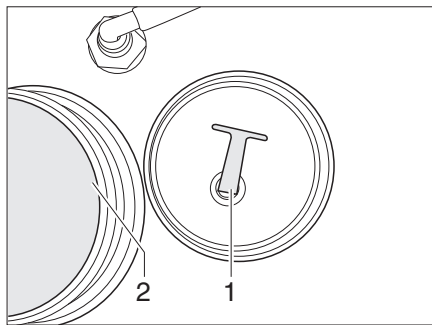

Bild 250 Verschluss-Stopfen
- Den Verschluss-Stopfen (Bild 250,1) aus der Ablassöffnung (Bild 250,2) heraus-schrauben.